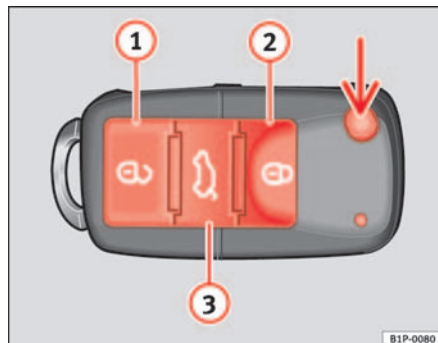
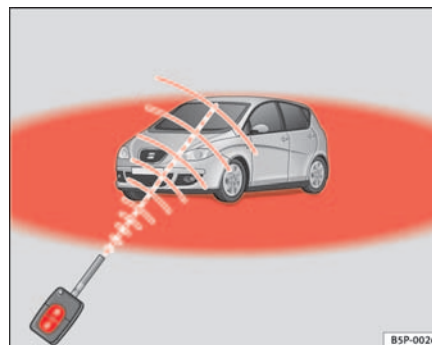

Fig. 64 Tasti della chiave con telecomando
Fig. 65 Raggio d'azione del telecomando
Con il tasto  $\Rightarrow$ fig. 64 (freccia) del telecomando, si sblocca lo scatto della chiave.
Sblocco del veicolo  $\Rightarrow$ fig. 64 $\textcircled{1}$.
Chiusura del veicolo  $\Rightarrow$ fig. 64 $\textcircled{2}$.
Sblocco portellone posteriore. Tenere premuto il tasto  $\Rightarrow$ fig. 64 $\textcircled{3}$ fino a quando lampeggiano brevemente tutti gli indicatori di direzione. Nel premere il tasto di sblocco  $\textcircled{3}$, si hanno 2 minuti per aprire il portellone. Una volta trascorso questo periodo si blocca di nuovo.
Inoltre, la spia della batteria della chiave $\Rightarrow$ fig. 64, lampeggia.
Premere una sola volta il tasto  $\Rightarrow$ fig. 64 $\textcircled{1}$, per aprire la porta del conducente, le altre porte rimarranno chiuse. ►
⇒ pag. 102, fig. 64 .
- Il telecomando funziona soltanto se azionato all'interno del suo campo d'azione ⇒ pag. 102, fig. 65 (settore rosso).
- Utilizzare le due chiavi in dotazione con il veicolo, la chiave provvista di trasmettitore e la chiave convenzionale ⇒ pag. 102, fig. 64 ⇒ pag. 102, fig. 65.
- Chiudere il veicolo con la chiave con telecomando ⇒ pag. 102, fig. 64 ⇒ pag. 102, fig. 65 dalla serratura della porta del guidatore.